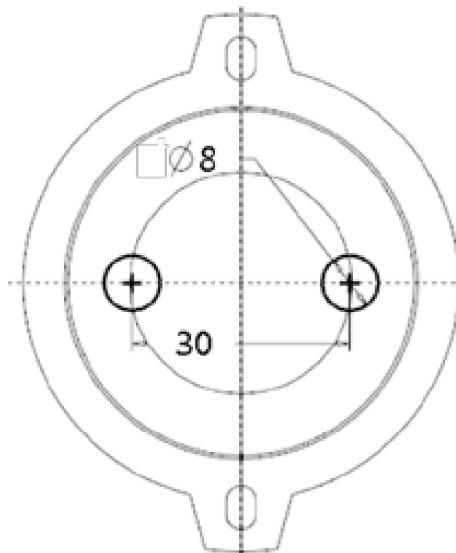

图4-19 绘制两个圆形截面
Step 52 绘制两个圆形截面($\phi 8\text{mm}$)，圆心在X轴上，并关于Y轴对称，如图4-19所示。